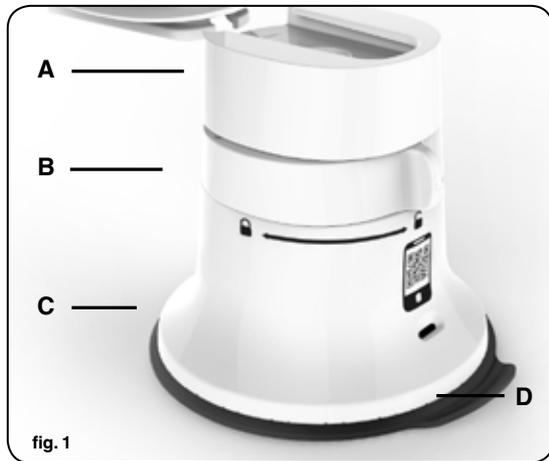

fig. 1
1. Sørg for at sugefotens ring er i ulåst posisjon  (fig. 1).
2. Plasser sugefoten (C) på en ren og stabil benkeplate. Skyv de øvre delen inn i sporet i sugefoten (A) (fig. 1).
Montering for kverning (side 58 - fig. 1 og 2):